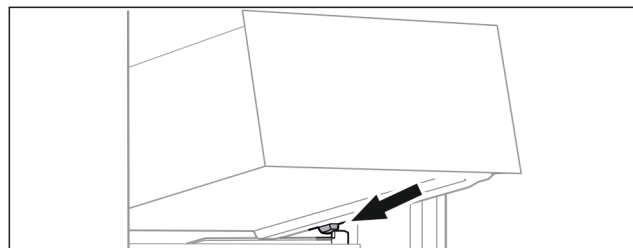

Fig. 62
- ▶ Nasadte zásuvku šikmo za zarážky na žebrování na nádoby. (viz Fig. 62)